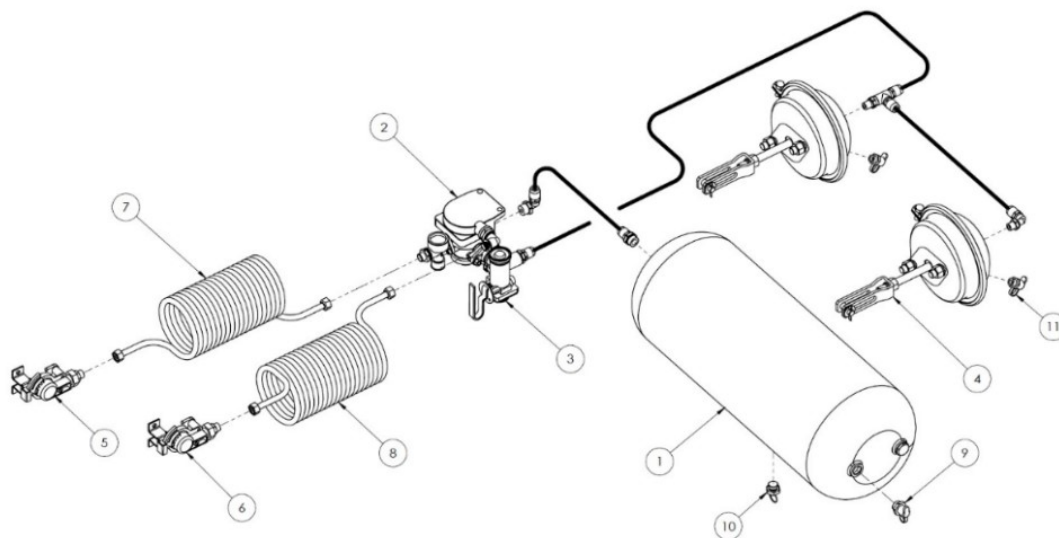

Abbildung 7. Pneumatische 2-Kreisbremsanlage
- - pneumatische Zweileitungsinstallation (Abbildung 7),